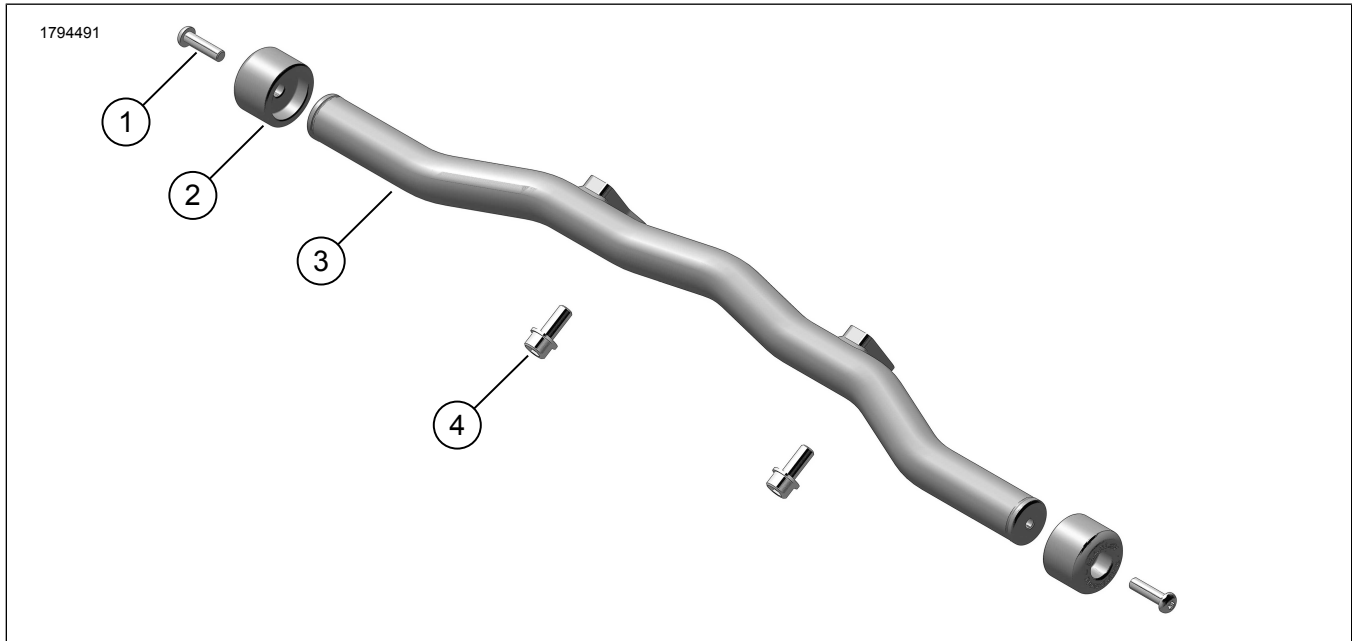

Figure 1. Contenu du kit : Barre plate
1. Voir la Figure 1. Installez les pare-chocs (2) et les vis (1) à la barre (3). Serrer.